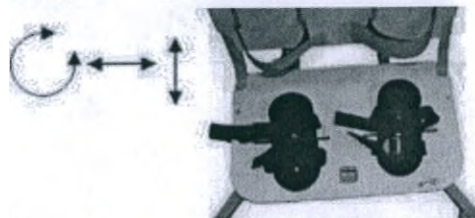

Рис. 46
2) Регулировка положения стоп (рис.46)